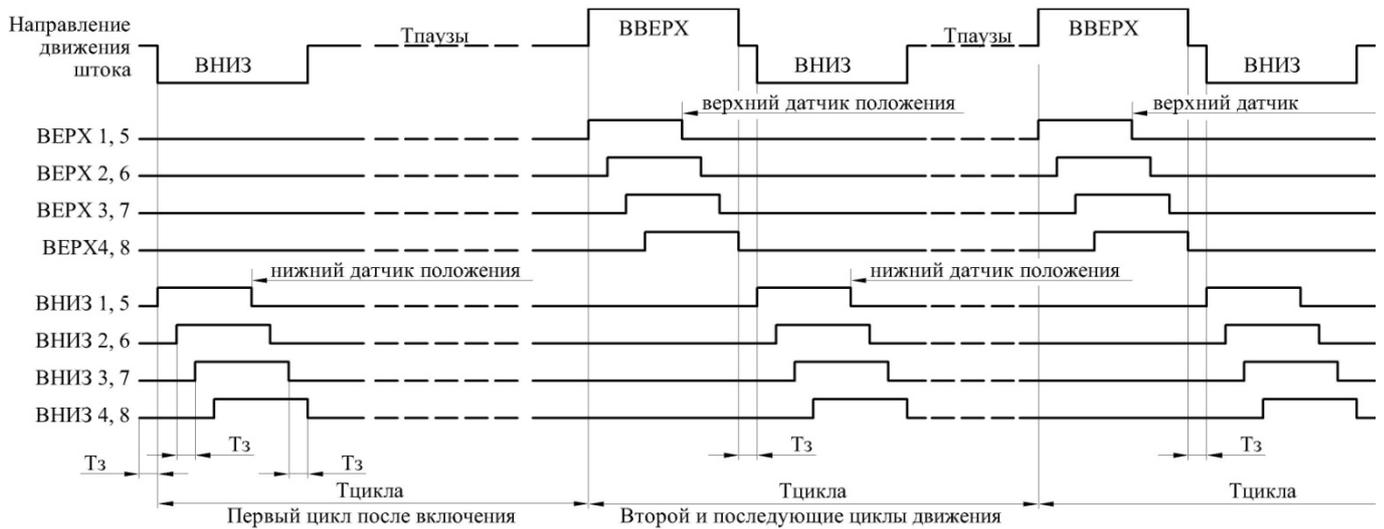

Рис. 6. Цикл работы гидрораспределителей, пауза внизу.
4.1.2. Движение штока с паузой в нижнем положении (Рис. 6).